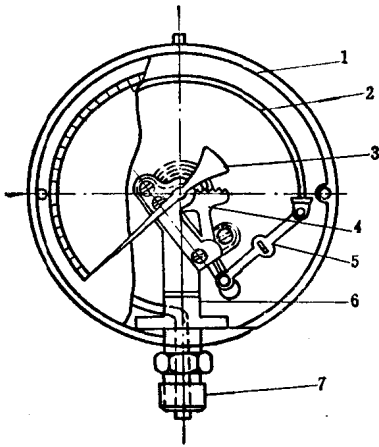

图10-1-2 弹簧管压力表
(3) 游丝修理 游丝起着消除中心齿轮与扇形齿轮的啮合间隙和帮助指针返回零点的作用。游丝经常出现的毛病是不平、乱、不同心和变形等,此时可用两把镊子放在平玻璃板上加以平整或矫正。如游丝损坏严重无法平整时,可按同规格更换新的游丝。
(4) 机芯(传动机构)修理 典型的传动机构见图 10-1-2~10-1-4。常用的机芯规格列于表 10-1-6。